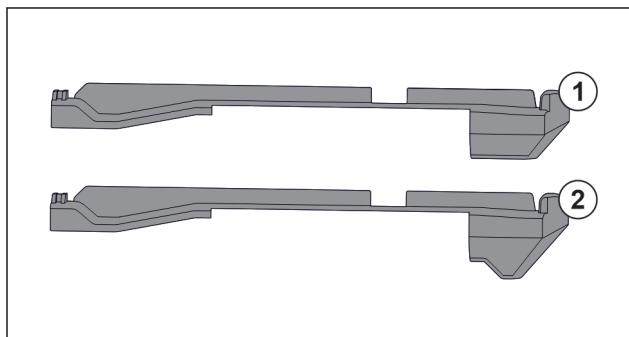

Fig. 29 Porovnanie násuvných dielov
V zariadení sa nachádzajú dva rozdielne násuvné diely. Násuvný diel nad spodnou zásuvkou Fig. 29 (2) má trojuholníkovú hranu. Všetky ostatné násuvné diely Fig. 29 (1) majú rovnú hranu.
- Namontujte násuvný diel Fig. 29 (2) s trojuholníkovou hranou nad spodnú zásuvku.
- Namontujte násuvný diel Fig. 29 (1) s rovnou hranou na všetky ostatné miesta.